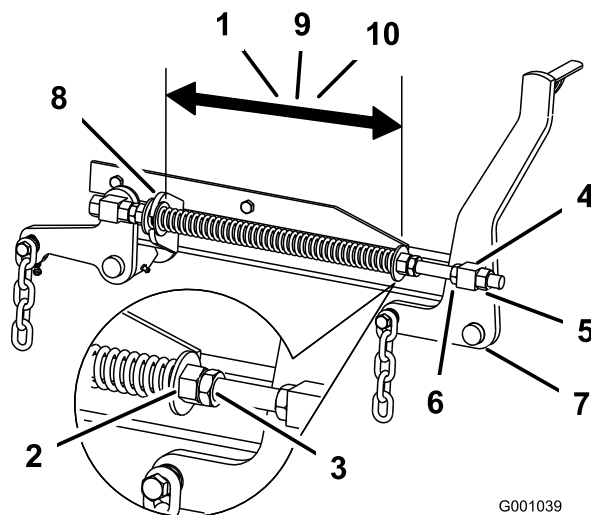

Figura 95
2. Compruebe la distancia entre las dos arandelas grandes, que debe ser de 28.2 cm ($11\frac{1}{8}$ ") para carcasas de corte de 132 cm (52"), de 26.7 cm ($10\frac{1}{2}$ ") para carcasas de corte de 152 cm (60") o de 29.2 cm ($11\frac{1}{2}$ ") para carcasas de corte de 183 cm (72") (Figura 95).
3. Ajuste esta distancia aflojando la contratuerca elástica y girando la tuerca que está delante de cada muelle (Figura 95).
4. Fije la tuerca en la posición deseada apretando la contratuerca elástica (Figura 95).